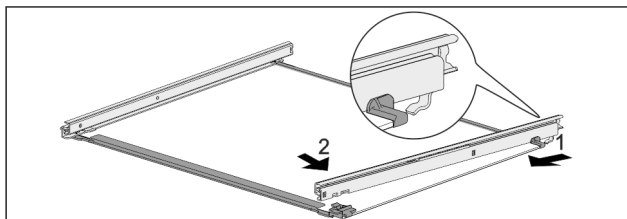

Fig. 123 Стеклянная пластина с направляющими
- ▶ Зацепите направляющую сзади. Fig. 123 (1)
- ▶ Защелкните направляющую спереди. Fig. 123 (2)